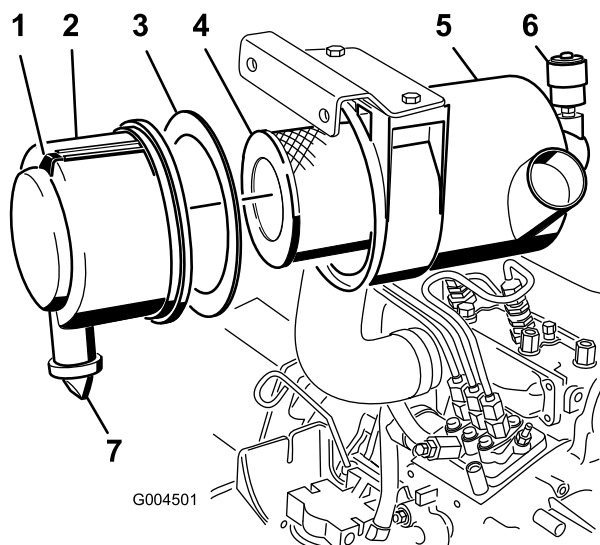

Figure 26
2. Vérifiez que le système d'admission ne présente pas de fuites, de dommages ou de colliers de flexible desserrés (Figure 26).